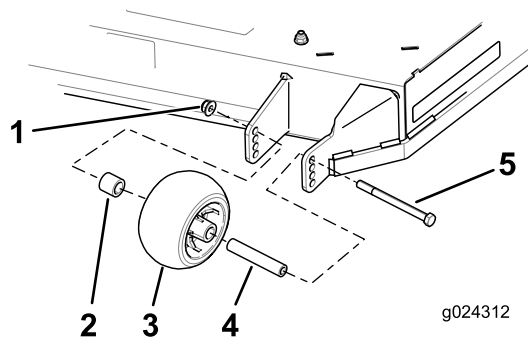

Figure 31
3. Retirez l'écrou à embase, le galet anti-scalp et le boulon du support (Figure 31).
- Alignez le boulon et le galet anti-scalp dans le trou du support correspondant le mieux à la position de hauteur de coupe (Figure 31).
- Insérez le boulon dans le trou du support et fixez le boulon et le galet anti-scalp avec l'écrou à embase (Figure 31).